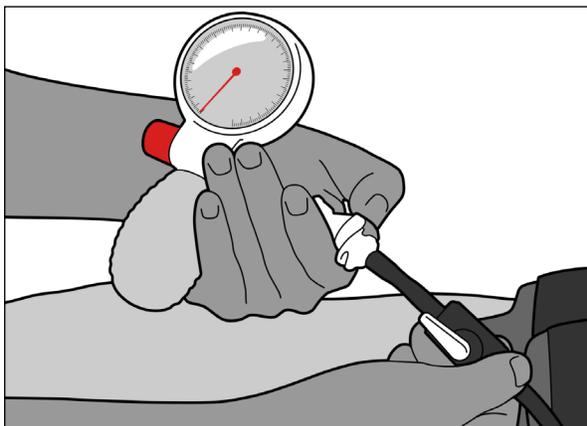
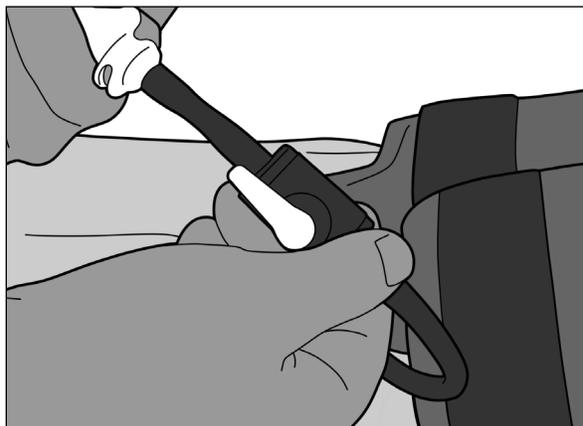

図22
図23
1. クイックディスコネクトフィッティングを取り外します。シャットオフバルブを開き、空気をブラダーから放出します (図22、図23)。